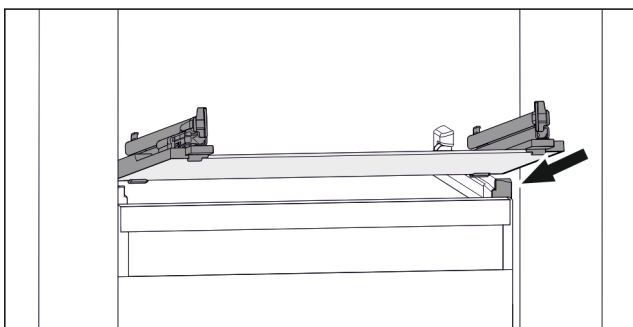

Fig. 52 Beispielhafte Darstellung der Glasplatte
- ▶ Glasplatte schräg hinter den Stopperrahmen aufsetzen. (siehe Fig. 52)